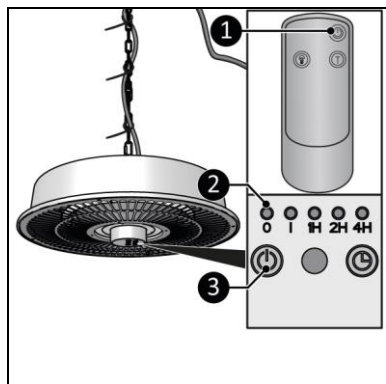

Abbildung 11
2. Die Leuchtanzeige O leuchtet (Abbildung 11, Pos. 2).
3. Drücken Sie den EIN/AUS-Schalter auf der Schalttafel (Abbildung 11, Pos. 3) oder auf der Fernbedienung (Abbildung 11, Pos. 1).